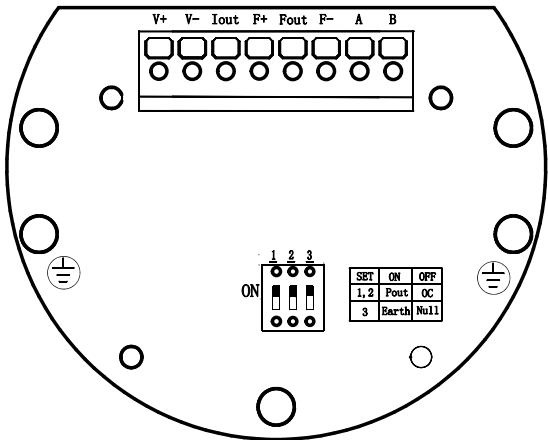

图 6 涡街流量计端子示意图
(5) 测压孔和测温孔的安装设计。被测管道需要安装温度和压力变送器时, 测压孔应设置在下游 3D~5D 处, 测温孔应设置在下游 6D~8D 处。D 为仪表公称口径, 单位: mm。
(6) 仪表在管道上可以水平、垂直或倾斜安装。
(7) 测量气体时, 在垂直管道安装仪表, 气体流向不限。但若管道内含少量液体, 为了防止液体进入仪表测量管, 气流应自下而上流动, 如图 6 a 所示。